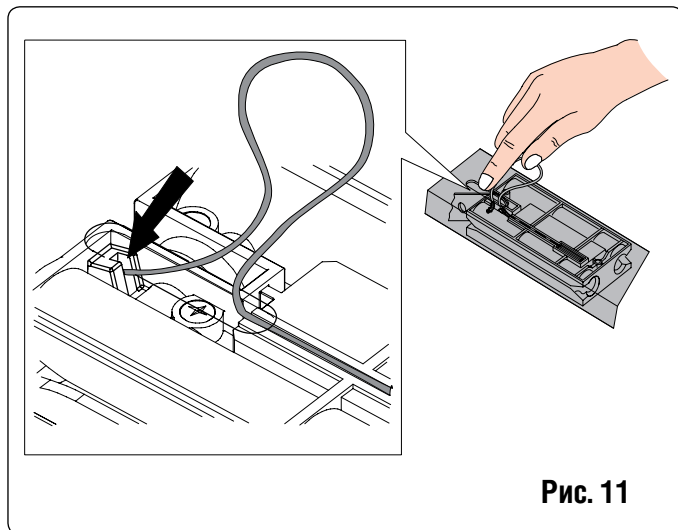

Рис. 11
3. Подведите каретку к вырезу в направляющей, так чтобы отверстие для троса совпало с вырезом. (Fig. 11).